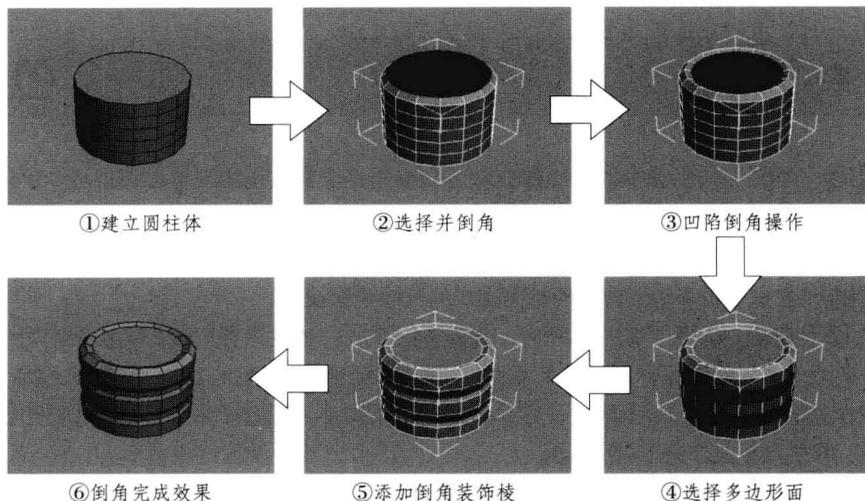

图3-4 倒角操作总流程（步骤）图
四、制作流程及技巧分析 制作本例时，建立一个圆柱体并切换至多边形命令的面模式选择顶部区域，然后进行两次倒角操作，再选择圆柱体侧向的两组多边形面进行倒角操作，带倒角的圆柱体也是制作机械类模型常用的元件。本例分为6个制作总流程（步骤）：①建立圆柱体、②选择并倒角、③凹陷倒角操作、④选择多边形面、⑤添加倒角装饰棱、⑥倒角完成效果，见图3-4。